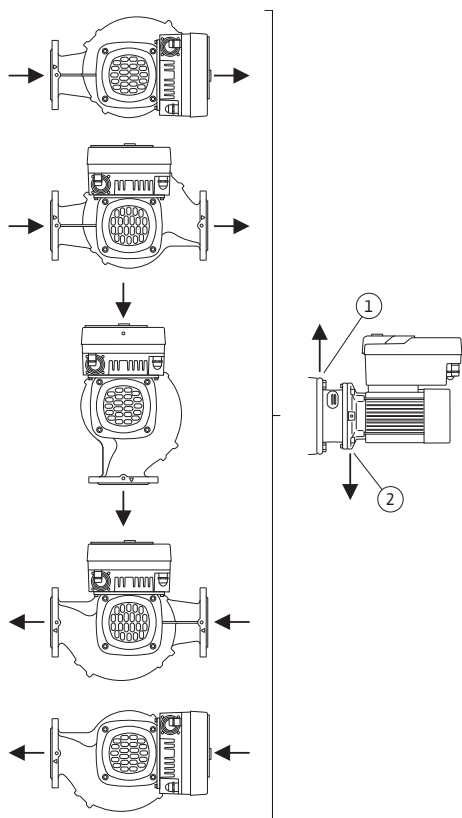

Fig. 19: Toegestane inbouwposities met horizontale as
- Bij een horizontale motoras moet het condensgat naar beneden zijn gericht (Fig. 19, pos. 2). Eventueel moet de motor worden gedraaid.